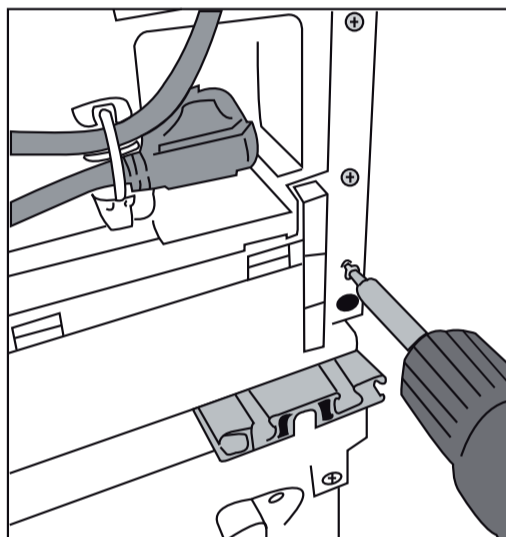

Figura 12
Allentare il bullone dal corpo dell'asciugatrice. Dopo, posizionare la Copertura Posteriore (5b) sul Profilo di Supporto (1). (Figura 12)